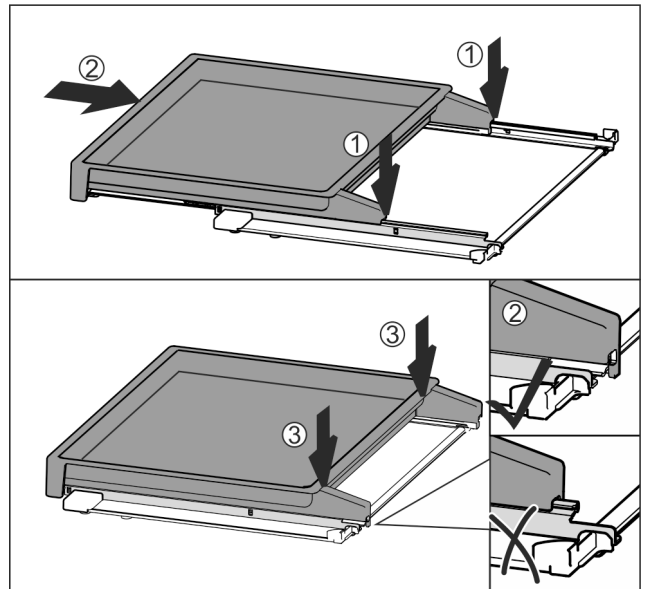

Fig. 78
- ▶ Placera den mitt på skenor Fig. 78 (1).
- ▶ Skjut in utdragshyllan så långt det går Fig. 78 (2).
- ▶ Tryck baktill tills den hörbart spärras Fig. 78 (3).